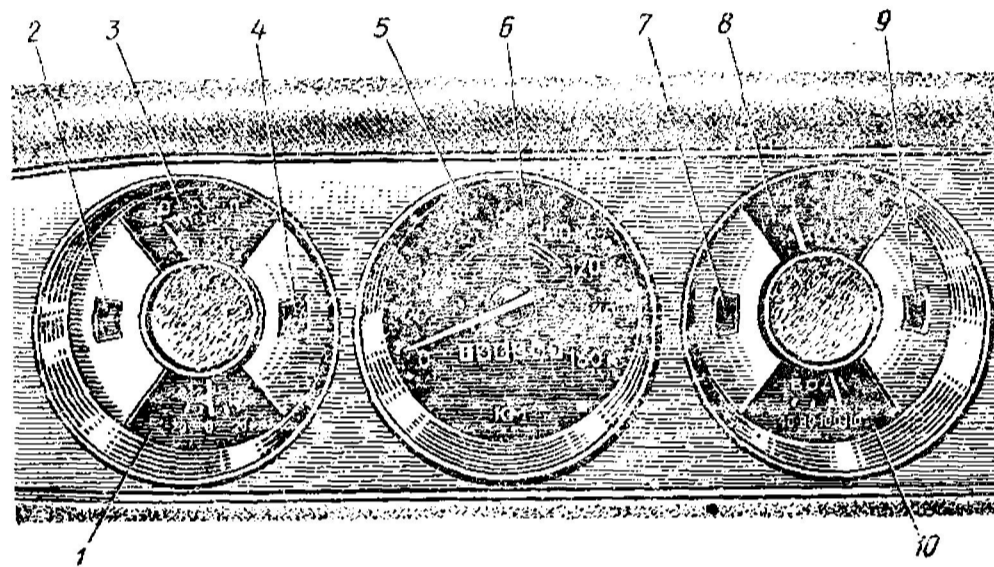

Рис. 29. Комбинация приборов:
**Шкала 1** амперметра (рис. 29) двусторонняя, с ценой деления 10 А, но цифровых обозначений только три: —20, 0; +20. Если через амперметр проходит ток от аккумуляторной батареи, то стрелка прибора